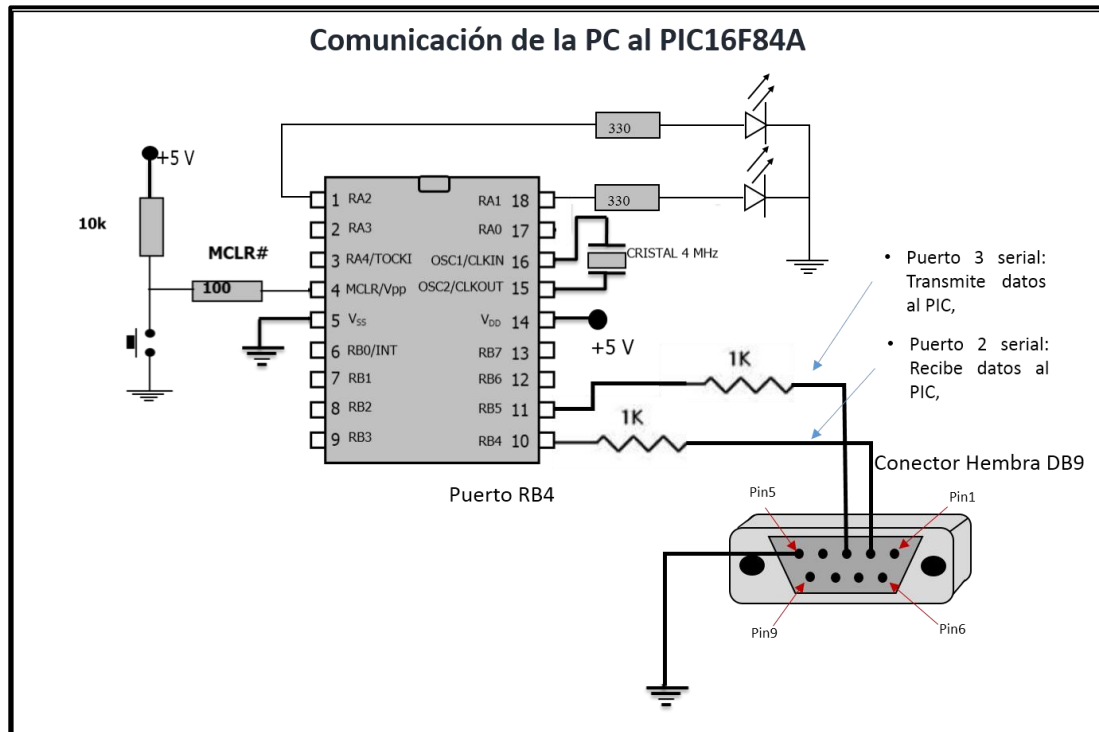

Figura 45. Diagrama de conexión para el envío de datos de la PC al PIC.
12. Una vez configurado los parámetros, hacemos clic en el botón con la leyenda "connect", figura 45.